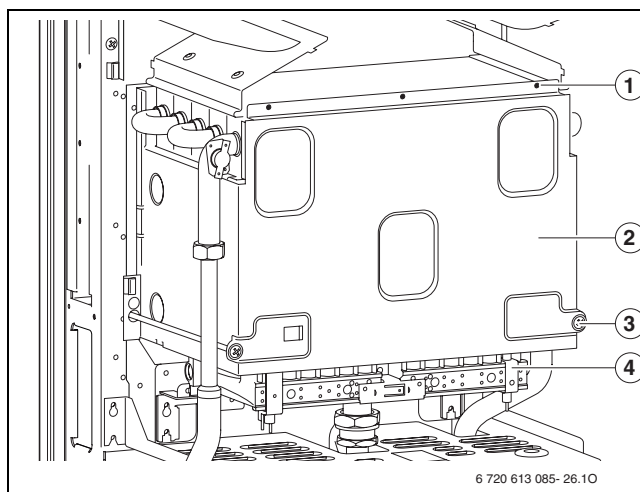

Fig. 50 Apertura del quemador
- ▶ Desmontar la parte delantera de la cámara de combustión y retirar el quemador (→ Fig. 50).